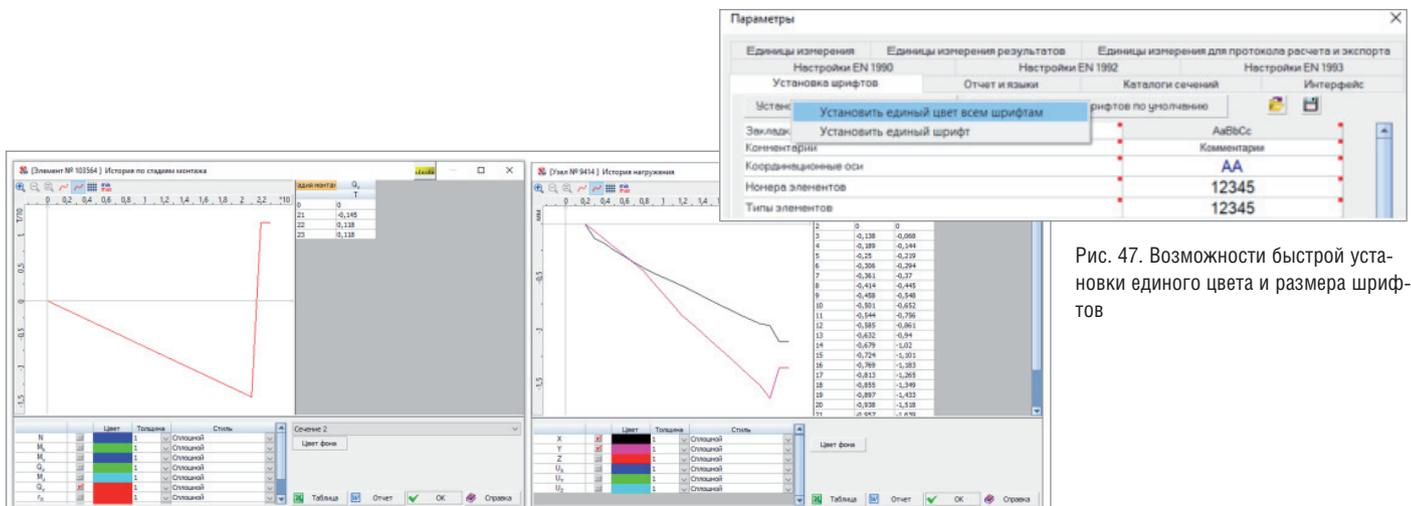

Рис. 44. Графики изменения усилий и перемещений для накапливаемого нагружения режима "Монтаж" (SCAD++)
- для накапливаемого нагружения можно посмотреть графики изменений перемещений/усилий/напряжений из *Информации об узле/элементе*, а для накапливаемого нагружения доступна анимация изменений состояния модели (рис. 44);